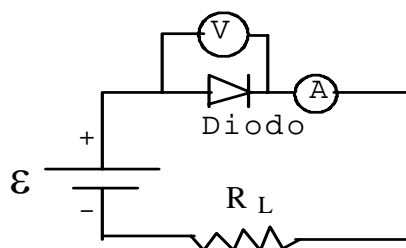

Figura 2
1. Para el diodo rectificador, arme el circuito que se muestra en la figura 2, el cual contiene una fuente, un diodo y la resistencia limitadora (R_L), que servirá de protección para los dispositivos. Tenga el cuidado de que inicialmente la fuente se encuentre apagada y que la perilla reguladora del voltaje de la misma se encuentre en cero.
2. Seleccione la escala de 0-20 volts para el voltímetro y conéctelo en paralelo al diodo tal como se indica en la figura 2.